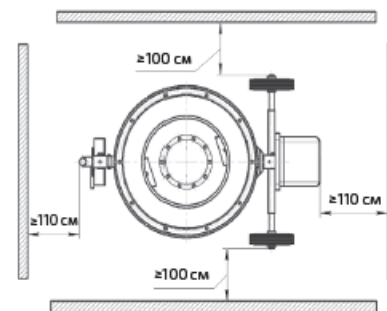

Рис. 2. Минимальные расстояния рабочей площадки
3. При установке бетоносмесителя на строительной площадке необходимо выдерживать минимальные расстояния рабочей площадки, обеспечивающие безопасную и производительную работу (рис. 2).